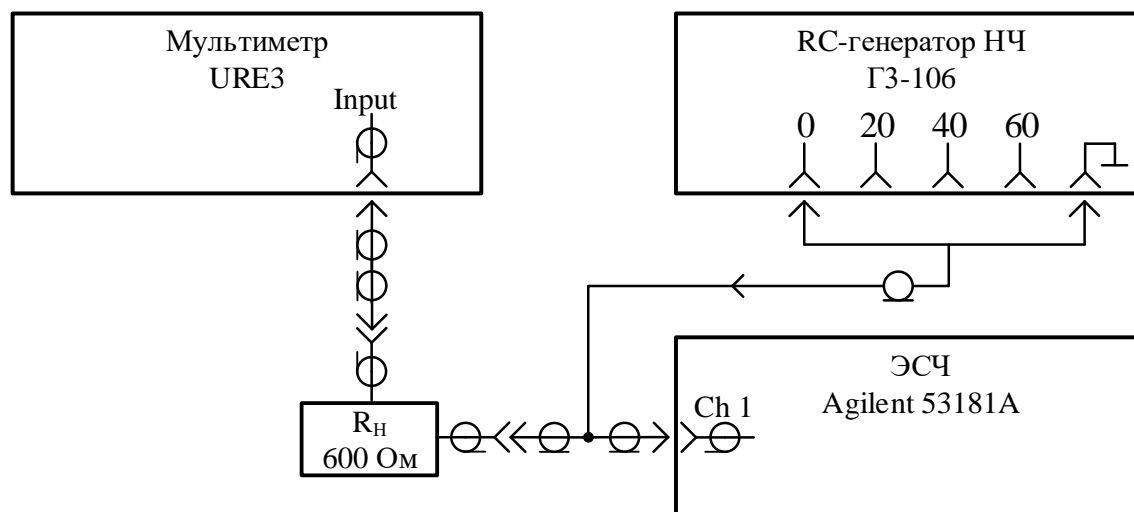

Рис. 6.10. Структурная схема поверки НЧ генератора ГЗ-106
1. Сигнал с выхода НЧ генератора «Ослабление, дБ 0 дБ» через согласующую нагрузку 600 Ом и коаксиальный тройник подайте на входы мультиметра и частотомера (рис. 6.10).